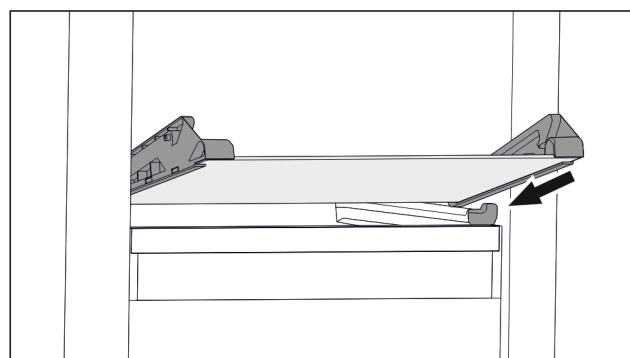

Fig. 71 Glashylla för tippbar utdragslåda
- ▶ Sätt på glashylla i vinkel bakom stoppklackarna. (se Fig. 71)